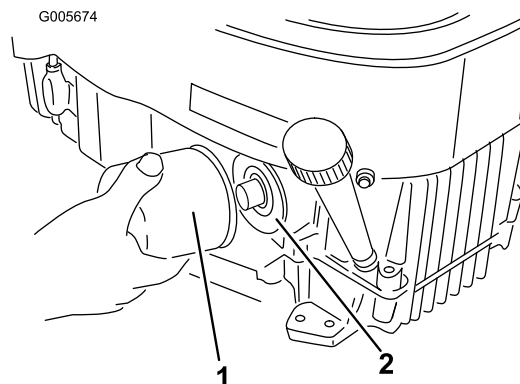

Figura 27
2. Retire el filtro de aceite usado (Figura 27).
4. Instale el filtro de aceite nuevo en el adaptador. Gire el filtro en el sentido de las agujas del reloj hasta que la junta de goma entre en contacto con el adaptador del filtro, luego apriete el filtro 3/4 de vuelta más (Figura 27).